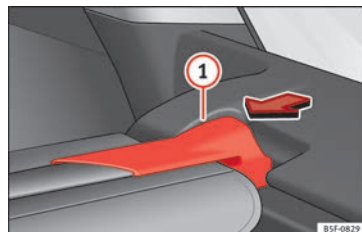

Fig. 166 Nel bagagliaio: smontare il pianale portaoggetti.
- Premere il supporto del pianale portaoggetti »» **fig. 166 1** nel senso della freccia.
- Fissare il supporto del pianale portaoggetti » **fig. 166** ① nell'alloggiamento destro.
- Verificare che il supporto » **fig. 166** ① sia incastrato correttamente.